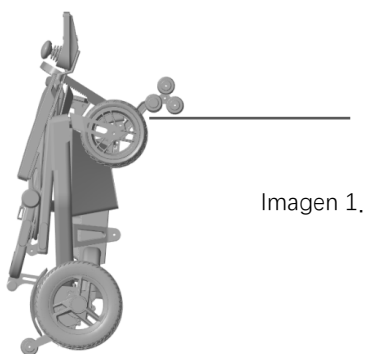

Imagen 1.
- Deslice el joystick en el tubo del reposabrazos hasta alcanzar una longitud cómoda para el brazo del usuario (imagen 1).
- Gire el conector del joystick para aflojarlo (imagen 1).
Aflojando los cuatro tornillos de fijación situados en la parte superior del respaldo (imagen 1), se puede ajustar libremente la altura del respaldo. El rango de ajuste es de 10 cm (imagen 2).
- Presione el soporte de la rueda antivuelco hacia abajo; el pasador de resorte se deslizará automáticamente en el orificio redondo empotrado en el motor (Imagen 1).
1. Levante el reposapiés (imagen 1).
1. Mueva la silla de ruedas eléctrica hacia la parte trasera del maletero de su coche (Imagen 1), asegurándose de que las ruedas de arrastre queden cerca del maletero.
La EXPLORER NOA está equipado con dos puertos de carga, situados debajo del Joystick (imagen 1) y en la parte inferior de la batería (imagen 2). Puede elegir el método de carga que mejor se adapte a sus necesidades.